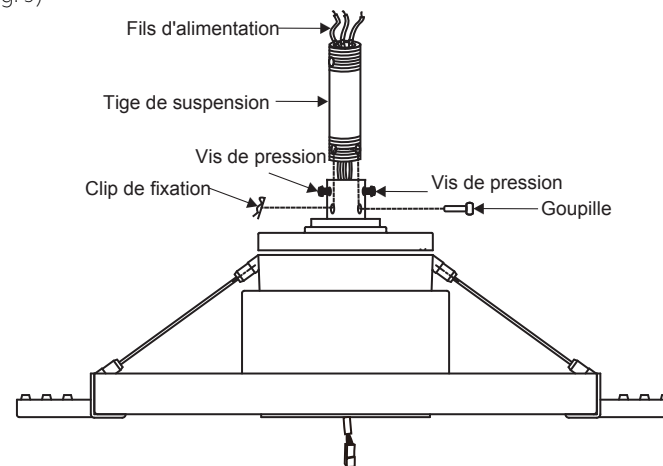

Fig. 9
Étape 6. Desserrez les deux vis de pression et enlevez la goupille ainsi que le clip de fixation de l'accouplement sur le dessus du moteur. (Fig. 9)
Remplacez ensuite la goupille et le clip de fixation. Serrez les deux vis de pression. (Fig. 9)